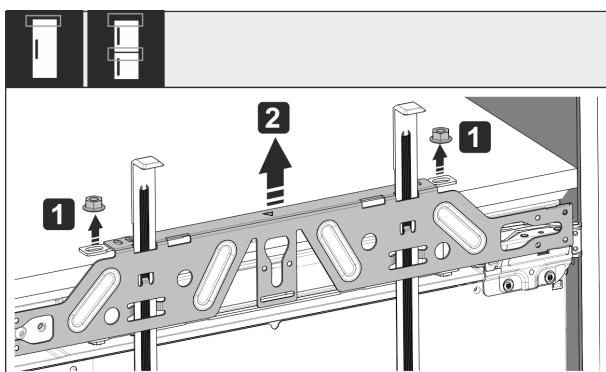

Fig. 58
- ▶ Atskrūvējiet kontruzgriežņus Fig. 58 (1).
- ▶ Noņemiet stiprinājuma šķērsi Fig. 58 (2).